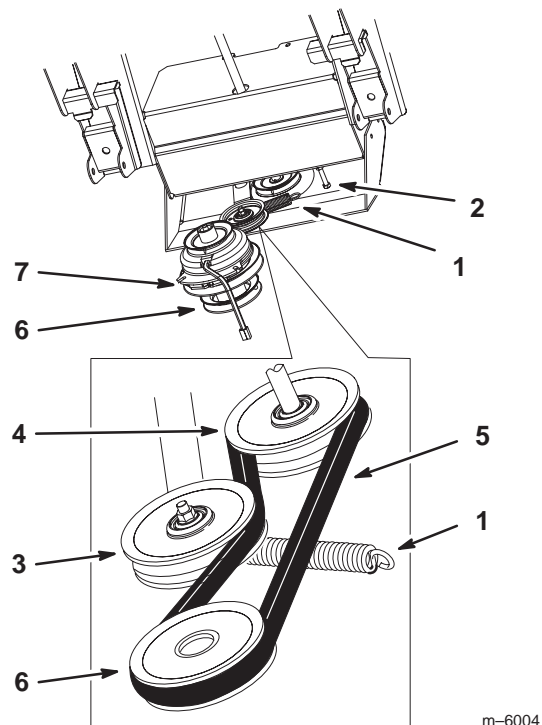

Figure 20
1. Installez la courroie du dispositif de ramassage sur la poulie d'entraînement d'embrayage (Fig. 20).
- Accrochez le ressort de tension au boulon fixé sur le dispositif de ramassage (Fig. 20).
- Fixez le ressort au crochet du bras de la poulie de tension (Fig. 20).